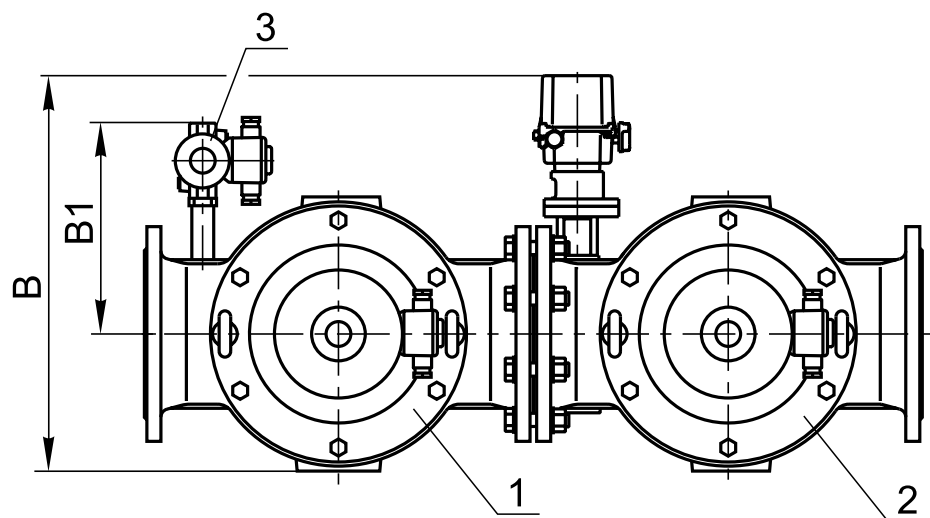

Рис. 23-9
Клапан запальной горелки может располагаться справа по ходу газа (рис. 23-8) или слева (рис. 23-9).
** Для левого исполнения блоков (рис. 23-9).